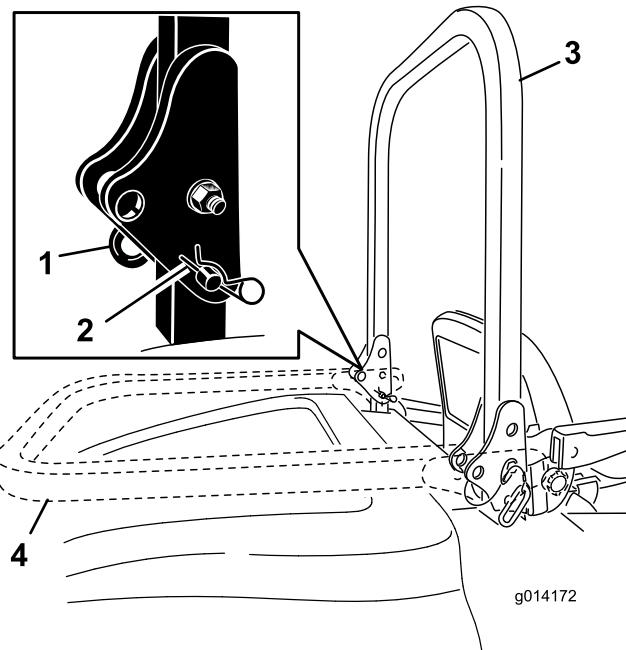

図 22
- ヘアピン2本を外してピン2本を抜き取る図22。
- ROPSバーを立てる図22。
- ピン2本とヘアピン2本でバーを固定する図22。
- ヘアピンを外し、スプリングに逆らってROPSバーを前に倒してピン2本を抜き取る図22。
- バーを降ろす(図22)。
- ピン2本をピボットプレートに取り付け、ヘアピン2本で固定する図22。